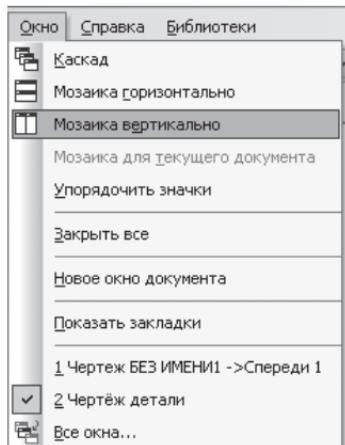

Рис. 313
- Строка Меню – Окно – Мозаика вертикально (рис. 313). На экране появились два окна. Щелчок ЛКМ в поле каждого окна делает его активным.